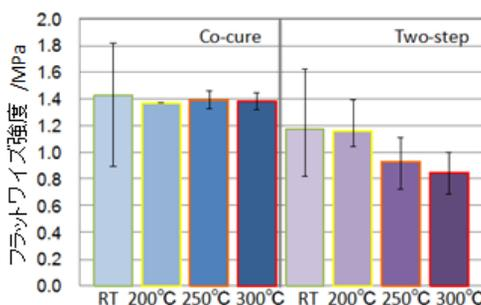

図2 フラットワイズ強度
- **測定結果** 両成形条件で作製したパネルで、高いフラットワイズ強度を示すことが確認されました（図2）。また、300℃でもフラットワイズ強度、曲げ剛性、及び曲げ強度を維持することが確認されました。これらの結果から、本サンドイッチパネルは耐熱部材としての適用可能性が示唆されました。